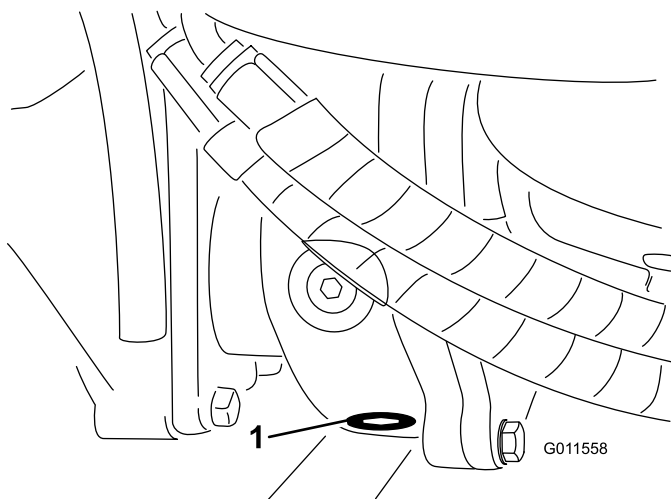

図 67
5. ギアボックスの底面にあるドレンプラグの周辺をウェスできれいにする 図 67。